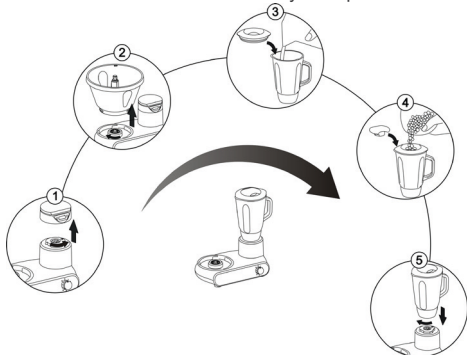

Рисунок 2
- Снимите весы с привода блендера (рис.2).